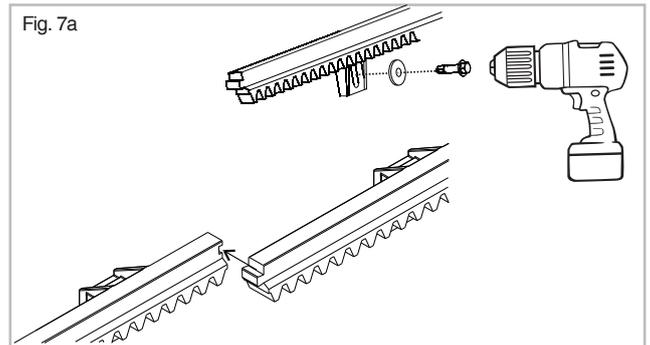

Fig. 8
- g) Nel caso in cui l'ultimo modulo di cremagliera fuoriesca rispetto alla lunghezza del cancello è necessario aggiungere una staffa di supporto per la cremagliera a prolungamento del cancello (fig. 8).
- i) Nel caso in cui l'ultimo modulo di cremagliera fuoriesca rispetto alla lunghezza del cancello è necessario aggiungere una staffa di supporto per la cremagliera a prolungamento del cancello (fig.8).